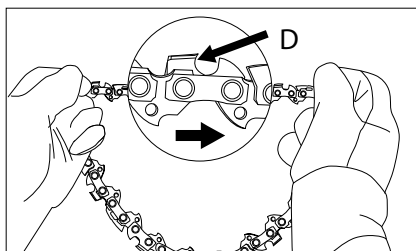

Fig. 7
5. Așezați lanțul ferăstrăului în santul situat în jurul sînei, asigurați-vă că direcția ghearelor de tăiere (D) se potrivește cu marcajul de pe corpul ferăstrăului (Fig. 7).